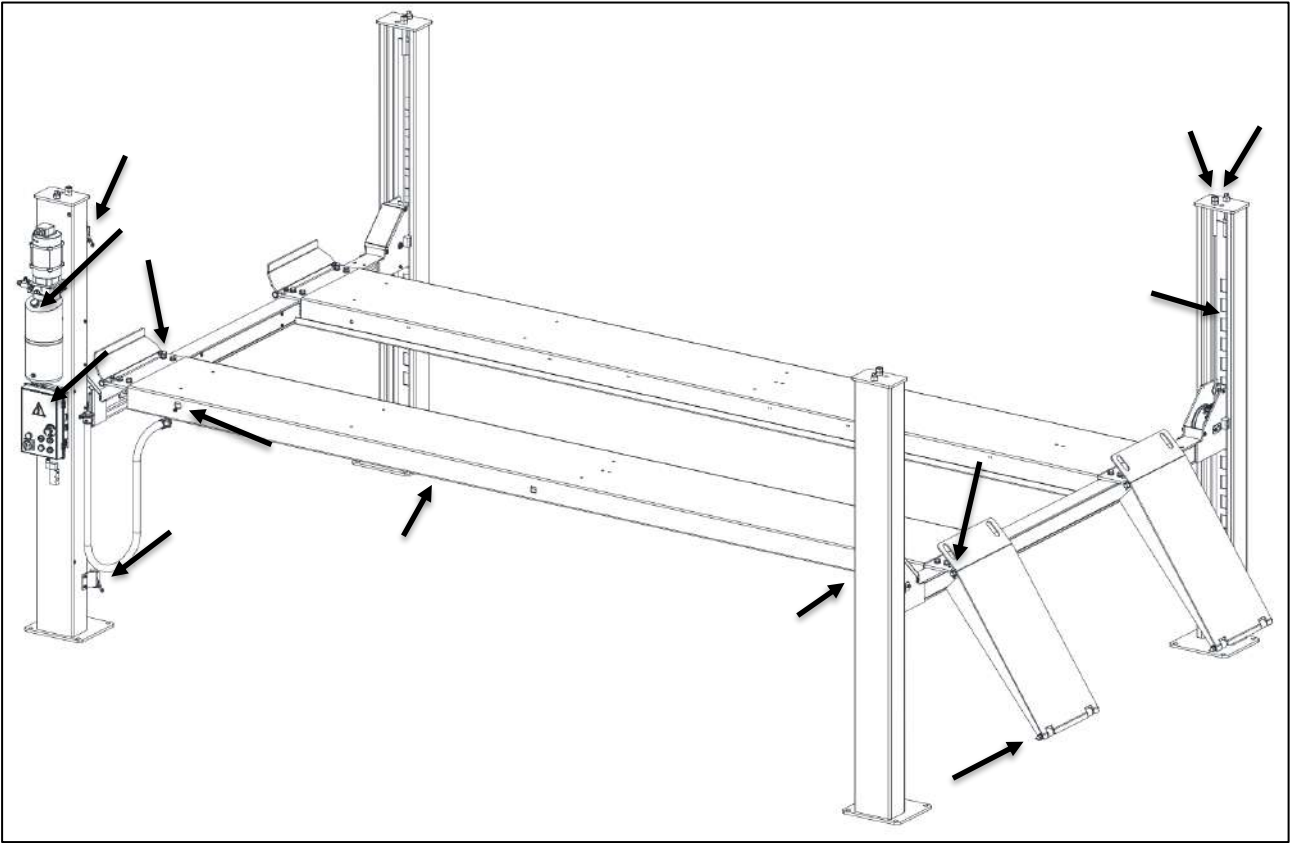

Fig. 68 - Kontrollera vid årligt underhåll av maskinen
6.4 Årlig kontroll (visuell översikt fig. 68)